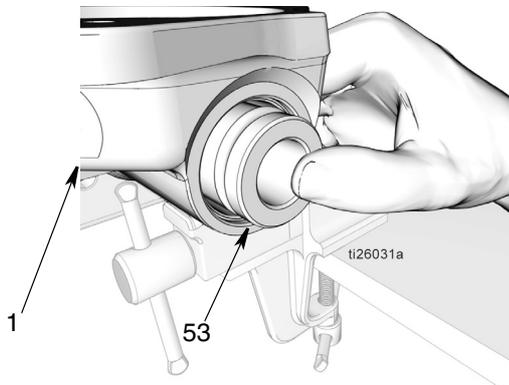

FIG. 45
- d. Presione el manguito (53) con los pulgares hasta introducirlo en la base de la bomba (1). Después, con una varilla blanda, presione el manguito hasta el fondo lo más posible (FIG. 45).
**NOTA:** Tenga cuidado de no arañar o dañar el manguito y/o el alojamiento de la base de la bomba (1) cuando monte el manguito en la base de la bomba. Las superficies arañadas o dañadas contribuirán a la aparición de fugas de fluido durante la operación de la bomba e impedirán un funcionamiento correcto de la bomba.